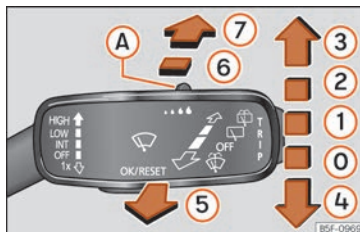

Fig. 140 La palanca del limpiacristales.
- Si sólo desea limpiar el parabrisas **brevemente** desplace la palanca hacia abajo hasta la posición **(4)** » **fig. 140**.
- Mueva la palanca hacia arriba hasta la posición **(1)** » **fig. 140**.
- Mueva la palanca hacia arriba hasta la posición **(2)** » **fig. 140**.
- Mueva la palanca hacia arriba hasta la posición **(3)** » **fig. 140**.
- Tire de la palanca hacia el volante, posición **(5)** » **fig. 140**, el lavaparabrisas y los limpiaparabrisas funcionan.
- Presione la palanca hacia delante hasta la posición **(6)** » **fig. 140**, el limpiacristales acciona en intervalos de 6 segundos.
- Presione la palanca completamente hacia delante hasta la posición ⑦ » fig. 140, el limpiaventana y el lavaventana funcionan simultáneamente.
- Suelte la palanca. El lavaventana deja de funcionar, mientras que el limpiaventana sigue funcionando durante 1-3 barridos (dependiendo del tiempo del funcionamiento del ejetor). **Al soltarse, la palanca se queda en la posición ⑥.**
- Mueva la palanca hasta la posición ① » fig. 140.
Si están encendidas las luces de cruce o de carretera y mueve la palanca a la posición ⑤ » fig. 140, se accionan brevemente los lavafaros. Los lavafaros se accionan también cada 10 veces que se accione el lavaventana.